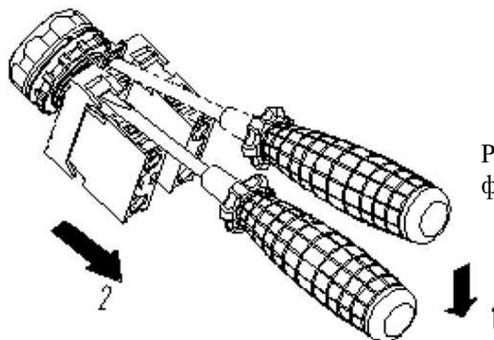

Рис. 12 Демонтаж контактного узла
7. 1. 5 При необходимости демонтажа контактный узел можно снять с помощью отвертки, а переходник можно снять, разжав фиксирующую пластину, см. рисунок 12.